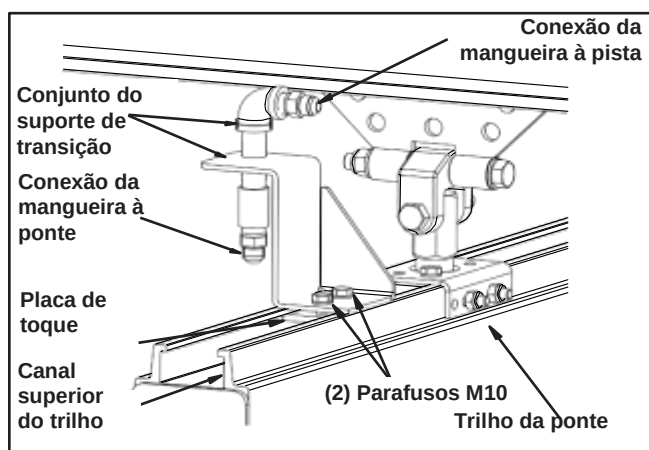

Figura 3-66
- Etapa 1. Solte os parafusos de cabeça sextavada M10 x 50 mm na placa de toque; deslize o suporte de transição sobre o canal de suporte de trilho da ponte. Posicione o suporte aproximadamente a seis (6) polegadas (152 mm) do mecanismo de translação. Consulte a Figura 3-66.